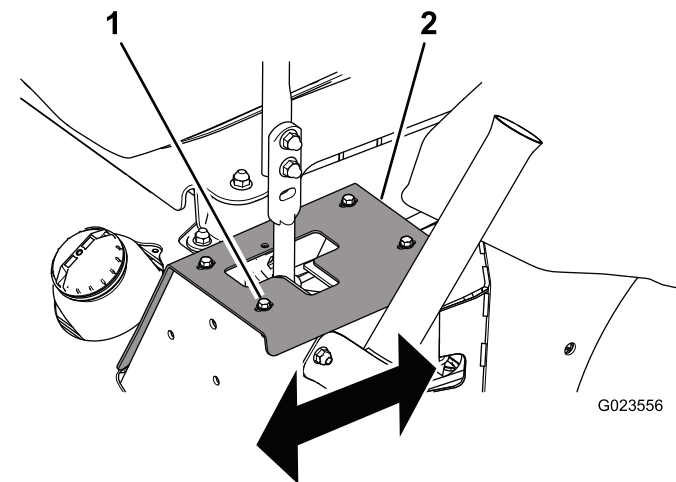

图55
- 如果轨迹偏右，松开螺栓并将左限位板向后调节，直到机器的轨迹笔直（图55）。
- 如果轨迹偏左，松开螺栓并将右限位板向后调节，直到机器的轨迹笔直（图55）。
3. 旋紧螺栓，固定限位板（图55）。